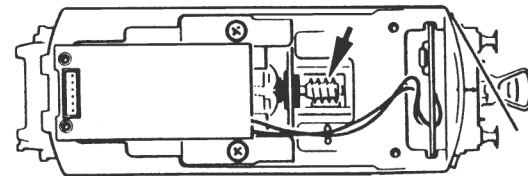

Fig. 10
1. Reinigung der Radstromkontakte: Radstromkontakte können auf unsauberer Schienen leicht verschmutzen. Entfernen Sie **vorsichtig** mit einem kleinen Pinsel **den Schmutz** an den in Fig. 10 gekennzeichneten Stellen.
1. Cleaning of wheel contacts: Wheel contacts easily get dirty on tracks which are not entirely clean. Use a small brush to **remove dirt** from spots marked in fig. 10.
Les lames de contacts risquent de s'encrasser rapidement sur des voies poussiéreuses. Veuillez **enlever la poussière** aux endroits marqués à la fig. 10 à l'aide d'un petit pinceau souple.
Démontez d'abord les flancs de bogies (fig. 10). Enlevez les bandages d'adhérence à l'aide d'une aiguille ou d'un tourne-vis fin. Lors du montage des nouveaux bandages veuillez veiller à ce que les bandages **ne soient pas tor-dus** (fig. 11).